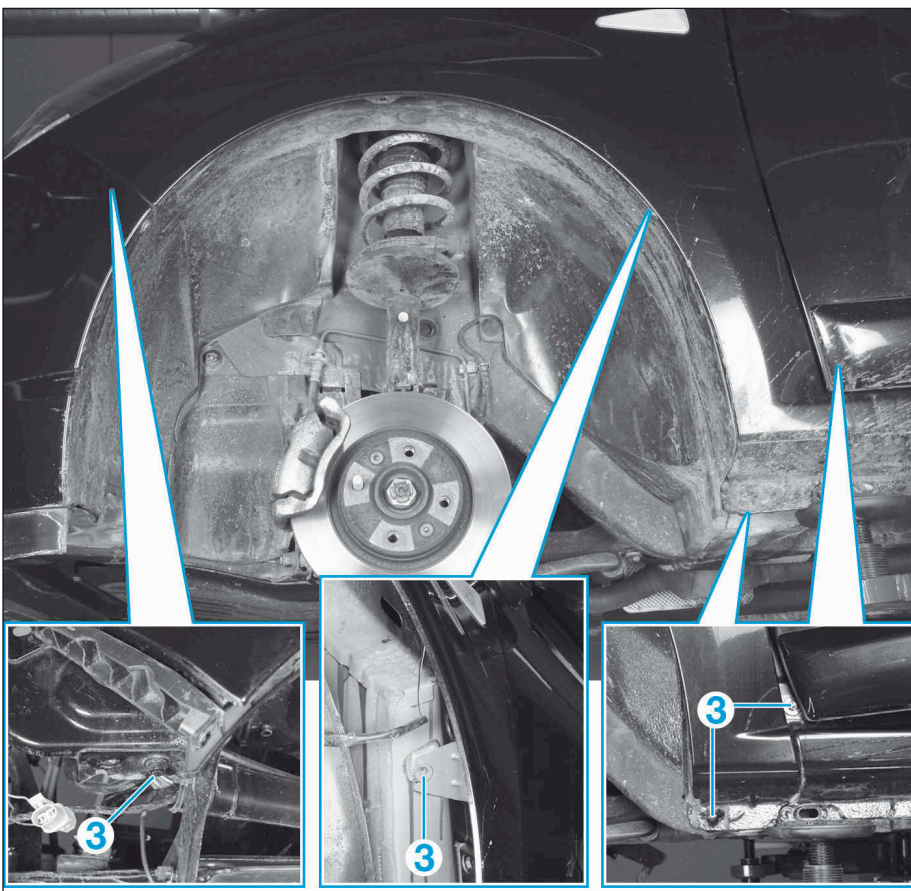

FIG.64
- Déposer les fixations (3) puis l'aile avant (Fig.64).